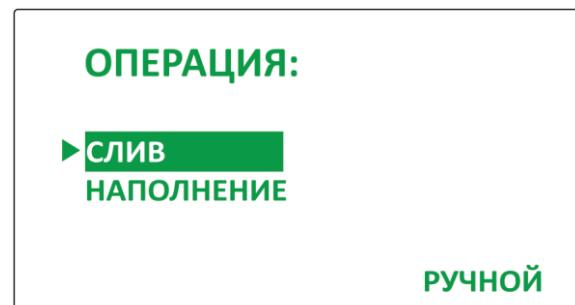

Рисунок 7
8.2.4.1. Установить на дисплее с помощью кнопок-индикаторов и маркер на пункте главного меню «СЛИВ», при этом в правой нижней части дисплея отобразится ранее заданный режим завершения (Рисунок 7).
8.2.5. Убедиться, что на дисплее Устройства отображается главное меню с отмеченной маркером операцией «СЛИВ» (Рисунок 7) и нажать кнопку-индикатор  для выполнения операции слива рабочего сосуда.